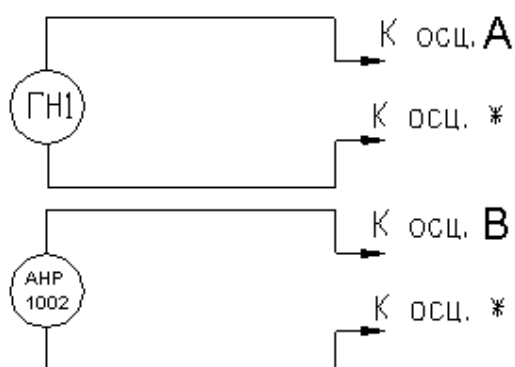

Рис. 4
1. Соберите схему, представленную на рис. 4. В качестве источников сигналов используются генератор напряжений ГН -1 (сигнал подается на канал А осциллографа) и функциональный генератор АНР-1002 (сигнал подается на канал В осциллографа). При подключении генераторов к осциллографу тщательно следите за полярностью сигнала.